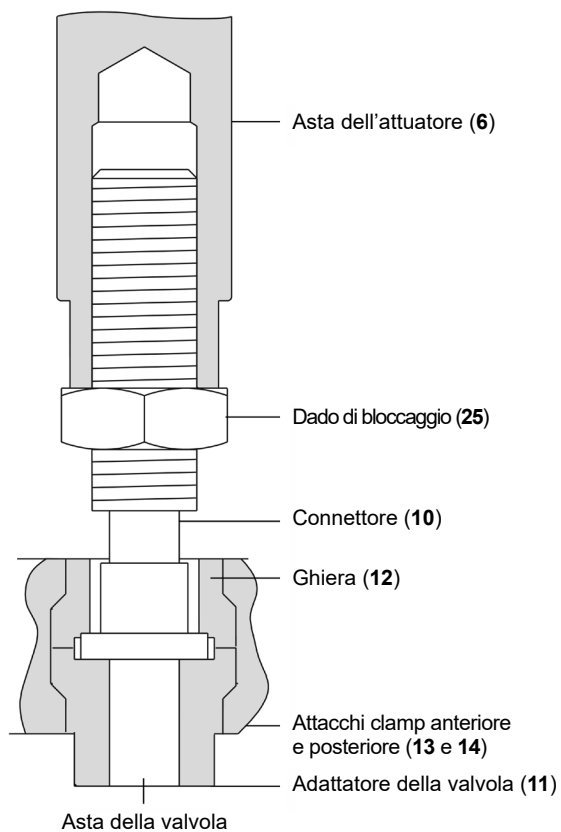

Fig. 6 - Gruppo composto da adattatore dell'attuatore, adattatore della valvola e connettori.
Per tarare il set point, fare riferimento alla Fig. 6 e seguire la presente procedura:
- Mentre l'otturatore della valvola rimane sulla sua sede, regolare l'adattatore dell'asta dell'attuatore (**10**) finché esso preme con forza contro l'adattatore della valvola (**11**). Serrare il dado di bloccaggio (**25**). Per la corretta installazione fare riferimento alla Fig. 6.